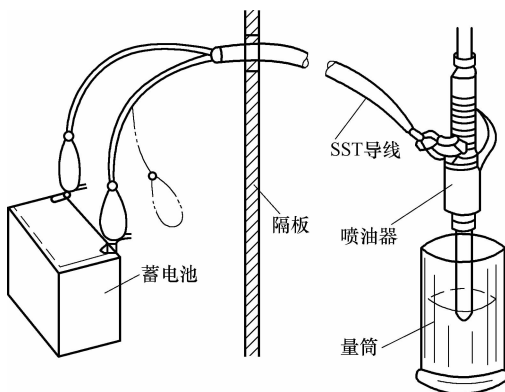

图 2-69 喷油器喷油量的检测
(3) 喷油器滴漏的检查 喷油器滴漏可在喷油器清洗仪上进行检查,也可将喷油器和进油管拆下,再将燃油系统连接好,用专用导线将故障诊断座上的燃油泵测试端子(丰田轿车可将诊断座+B与FP端子短接;上海桑塔纳轿车2000GSI时代超人可拔下装在中央控制盒上2号位的燃油泵继电器,并用导线将燃油泵继电器插座30、87脚短接)接到12V电源上,或直接用蓄电池给燃油泵通电。燃油泵运转后,观察喷油器有无滴漏现象,允许每个喷油器在1min内滴漏不超过1滴,否则应更换喷油器。
(4) 喷油器喷油量的检查 喷油器喷油量的检查也可在喷油器上进行,也可按滴漏检查做好准备工作。燃油泵运转后,用蓄电池和导线直接给喷油器通电,并用量杯检查喷油器的喷油量,如图2-69所示。每个喷油器应检查2~3次,同时检查喷油器喷油雾化情况。各缸喷油器喷油量和均匀度应符合标准,否则应清洗或更换喷油器。